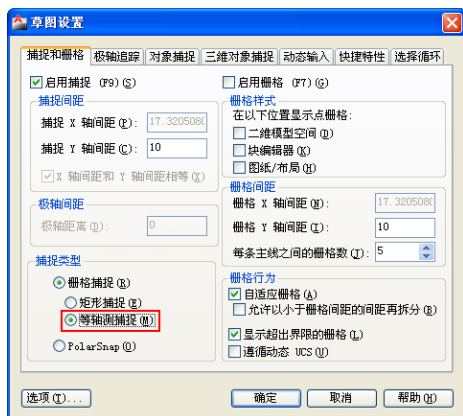

图 11-1 设置绘图环境
- 02 选择菜单【工具】|【草图设置】命令，在打开的对话框中勾选【等轴测捕捉】单选项，设置轴测绘图环境，如图 11-1 所示。